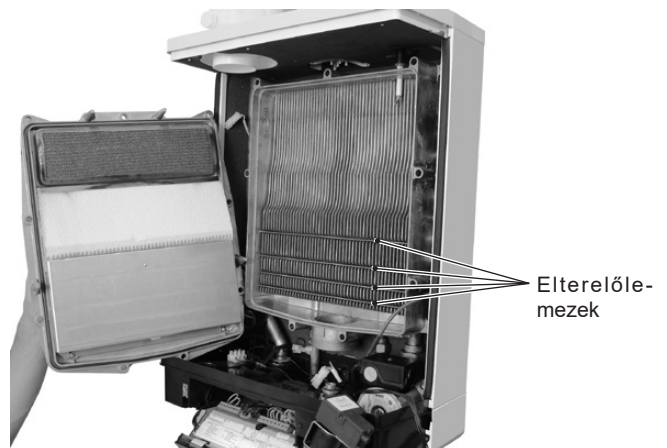

Fig. 38
- Szerelje szét a hőcserélő lamelláira keresztben elhelyezett terelőlemezeket (Fig. 38).
- Tisztítsa meg a terelőlemezeket (Fig. 38), vagy szükség esetén újítsa fel.
- Szerelje fel a terelőlemezeket (Fig. 38).